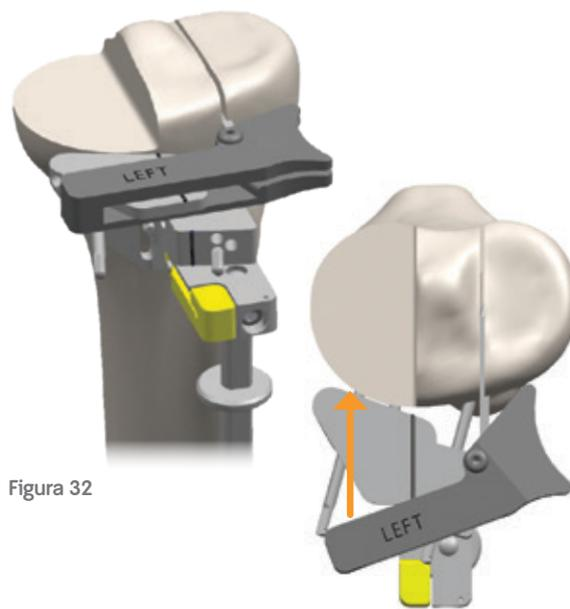

Figura 32
- 1 Individuare il foro per il pin dell'eminanza laterale. Premere nel foro il pin flottante del blocco della fessura guida per lame laterale, mentre si fa scorrere la punta posteriore della fessura guida per lame dietro il tendine rotuleo (Figura 32).